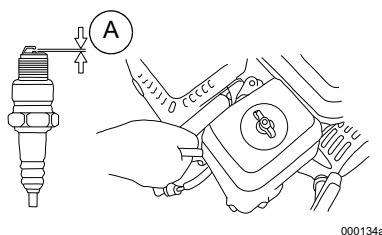

Figura 4-8. Bujía
3. Consulte la **Figura 4-8**. Compruebe la separación de los electrodos con una galga de espesores para hilos y reemplace la bujía si la separación (A) no